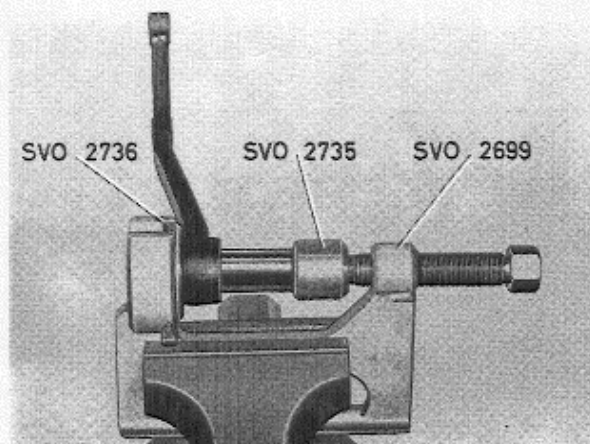

Fig. 6-51. Montage rubber bus, hulpstuurarm
5. Draai de hulpstuurarm om en pers de nieuwe bus in met SVO 2699+SVO 2736 en drijver SVO 2735 (Fig. 6-51).
6. Breng de stuurarm op zijn plaats, monteer de ring (7) en de moer. Zet de moer vast met een koppel van 7,0—8,5 kgm (50—60 ft.lb.).